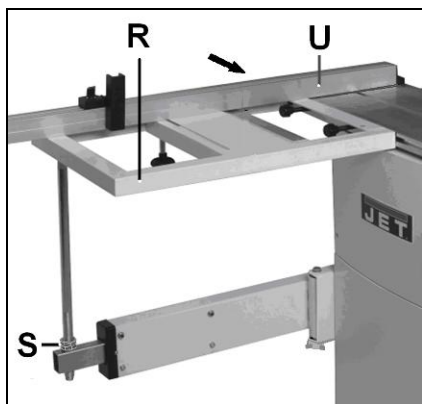

Рисунок 21
Поднимите поперечный стол (R, рис. 21) и установите на выдвигную штангу, задвинув его в Т-образную канавку подвижного стола, зафиксируйте на месте.
Завершите выравнивание с помощью гаек (S), установив на одном уровне поверхности поперечного стола и стола станка. Затяните гайки (S, рис. 21) навстречу друг другу.
Регулируемые ограничители 90 ° (R, рис. 21) были настроены на заводе-изготовителе.